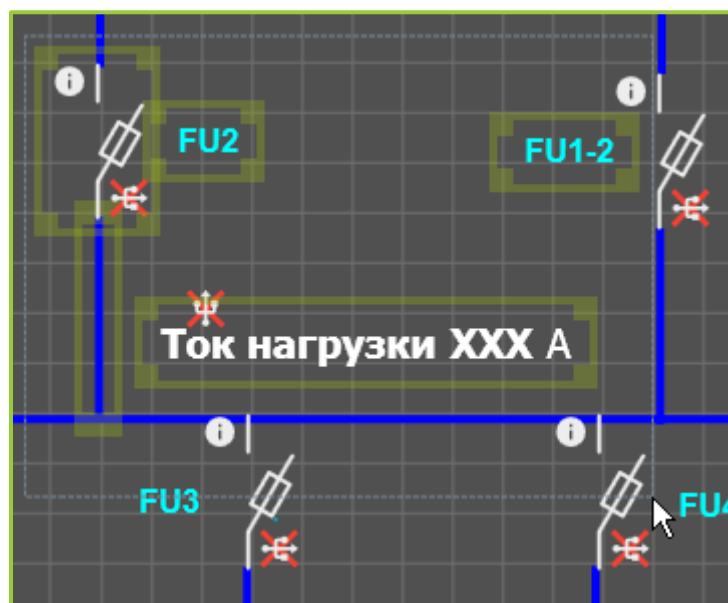

Рисунок 6.58 – Выбор элементов указанием прямоугольной области захвата
- Способ 1 – выбор осуществляется указанием мышью прямоугольной области захвата (рисунок 6.58). Зона захвата обозначается белой пунктирной линией. Выделенные элементы обозначаются обозначением периметров участков схемы, занимаемых каждым из элементов. При зажатой клавише «Ctrl» на клавиатуре можно последовательно указать несколько зон выделения элементов.